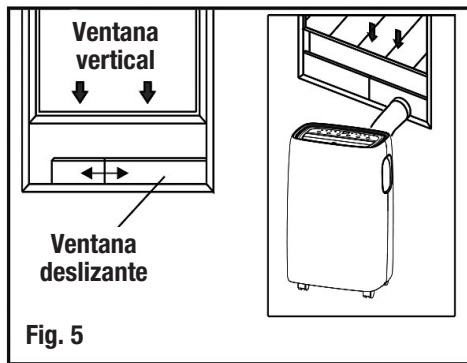

Fig. 5
4. Fije la salida de la manguera en el kit deslizante de la ventana y el sello. (Fig. 5 y 6).